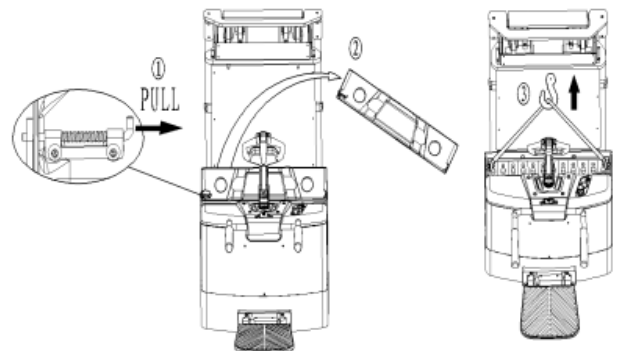

Рис. 12: Замена аккумулятора
Припарковать штабелер в безопасной зоне, выключить его с помощью замкового выключателя (1), затем нажать аварийную кнопку (3). Открыть крышку аккумуляторного отсека, открутить фиксирующую пластину, отсоединить вилку (Рис.12) и аккуратно вытащить аккумулятор с помощью крана. Операция по установке аккумулятора происходит в